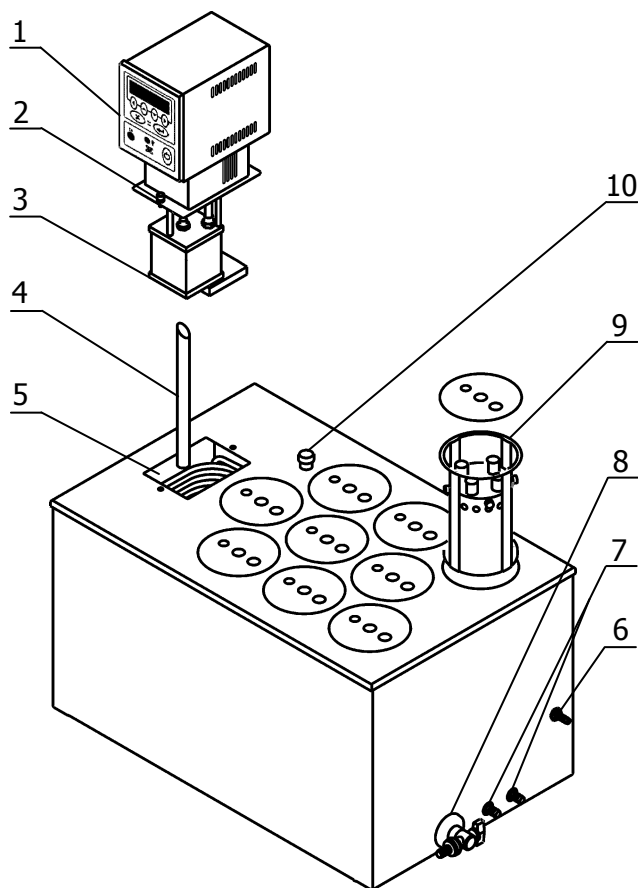

Рисунок 3 — Установка блока регулирования температуры
2.2.3 Вставить выходную трубку 4 (рисунок 3) в выходное отверстие насоса 3 коническим концом вверх до упора и закрепить винтом. Установить блок регулирования температуры 1 в отверстие на крышке корпуса термостата 5. После установки закрепить блок регулирования на крышке винтовыми фиксаторами 2.
2.2.4 К переливному патрубку 6 (рисунок 3) присоединить сливной шланг. Противоположный конец шланга опустить в емкость объемом не менее 3.0 л. Это необходимо для предотвращения разлива теплоносителя при заполнении ванны.
2.2.5 Заполнить термостат теплоносителем через отверстие в крышке. Поочередно установить в отверстия в крышке термостата 8 стаканов с мерами сопротивления Р 321, заполненных трансформаторным маслом. Жидкость следует наливать (доливать) в ванну термостата до момента начала ее слива из переливного патрубка 6 (рисунок 3). Затем установить девятый стакан 9.
2.2.6 В отверстие для термометра 10 (рисунок 3) установить контрольный термометр.
2.2.7 Для работы термостата при температурах теплоносителя, близких к окружающей температуре может потребоваться дополнительное охлаждение с помощью встроенного теплообменника. В этом случае необходимо подключить термостат к источнику подачи холодной воды (например, к термостату жидкостному низкотемпературному «КРИО-ВТ-01») при помощи шлангов, присоединенных к штуцерам теплообменника 7 (рисунок 3).
2.2.8 При проведении работ по очистке термостата, слить теплоноситель через сливной кран 8 (рисунок 3).